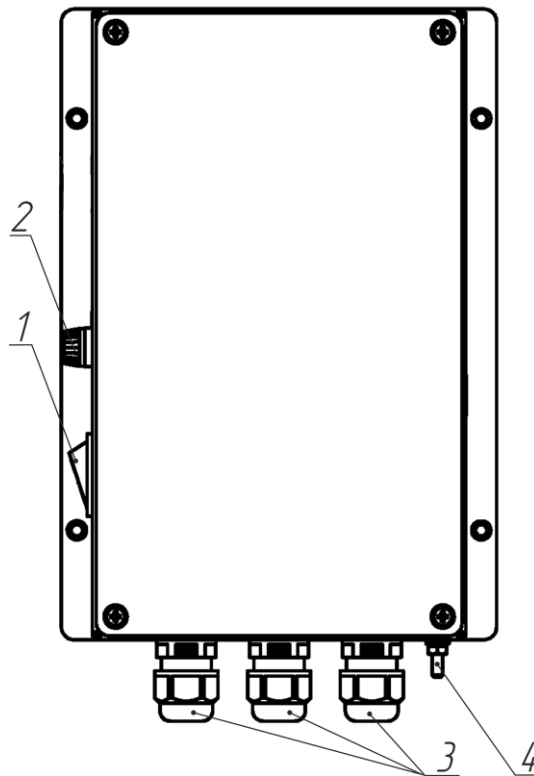

Рисунок 1 – Внешний вид изделия
1.3.1 Изделие выполнено в металлическом корпусе, на котором расположены клавишный переключатель включения (выключения) изделия и держатель вставки плавкой, см. рисунок 1. Габаритные и установочные размеры изделия приведены в приложении Б.